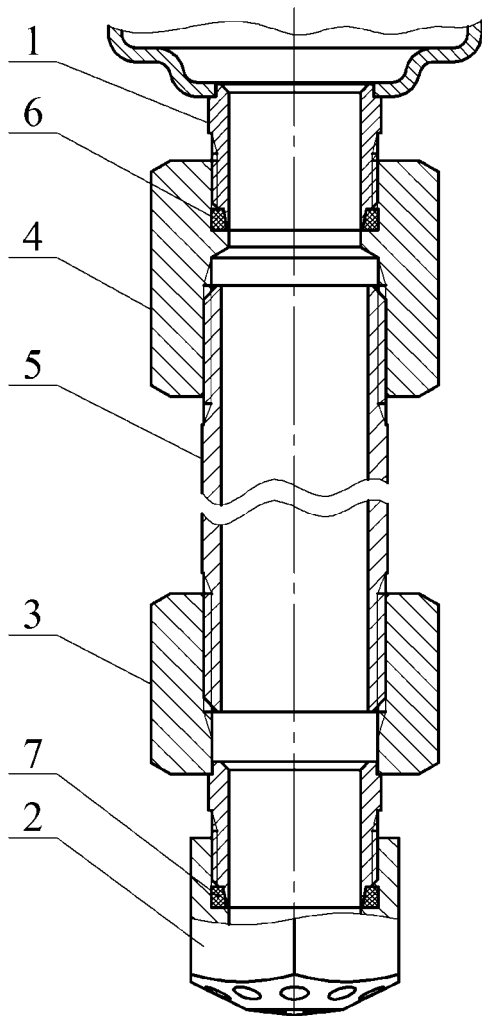

Рисунок 3
- ж) по заявке Потребителя (см. рисунок 3):
4.1.3 Для вывода насадка-распылителя в свободную зону через подвесной потолок типа Грильято, Армстронг и т.п. или его перемещения в рабочую зону эффективного пожаротушения при монтаже МУПТВ на потолочном перекрытии высотой более 6 м модуль может быть дополнительно укомплектован удлинителем, соединяющим выпускную горловину МУПТВ **1** с насадком-распылителем **2** (см. рисунок 3).
6.7 При монтаже насадка-распылителя через удлинитель (см. рисунок 3) провести следующие работы. Собрать удлинитель согласно рисунку 3. Перед сборкой на наружные резьбы трубы **5** нанести герметик, например, ТЕКАСИЛ NEUTRAL PROF1, после чего накрутить до упора переходники **3, 4**. В резьбовые участки отверстий насадка-распылителя **2** и переходника **4** установить резиновые кольца **6, 7**. На наружную резьбу переходника **3** накрутить до упора насадок-распылитель **2**. Соединить удлинитель через резьбовое соединение с выпускной горловиной МУПТВ **1**. При монтаже необходимо обеспечить перпендикулярное направление оси удлинителя относительно горизонтальной плоскости.
При наличии удлинителя (см. рисунок 3) дополнительно: